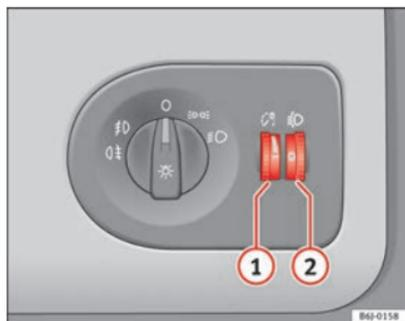

Fig. 56 Plaque de bord : régulateurs d'éclairage des cadrans et commandes et du site des projecteurs
Lorsque l'éclairage est mis, la luminosité du rhéostat d'éclairage des cadrans et des commandes peut toujours être réglée en tournant la molette ⇒ fig. 56 ①.